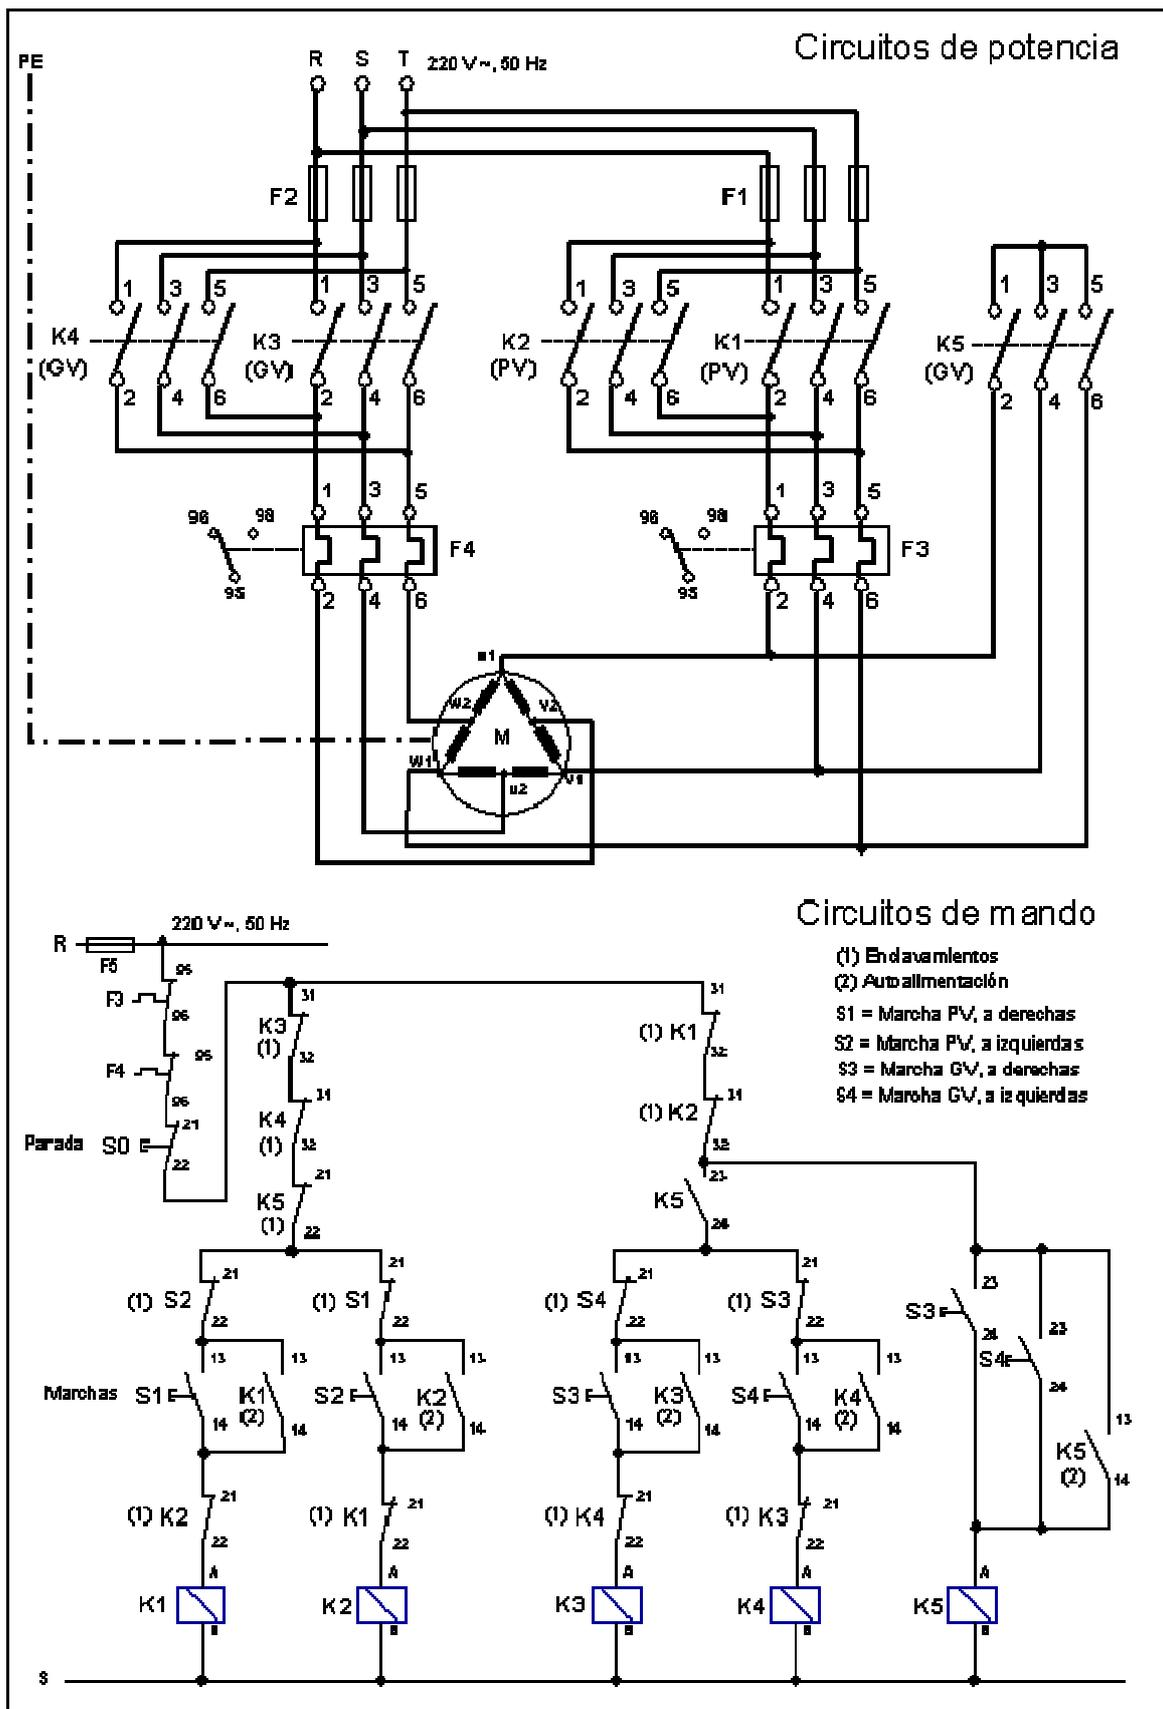

Figura 19.4.- Circuitos de potencia y mando, para arranque de un motor de polos conmutables (conexión Dahlander), con inversión de giro
19.4.- ARRANQUE DE UN MOTOR DE POLOS CONMUTABLES, DE DOS VELOCIDADES, CON INVERSIÓN DE GIRO (Figura 19.4)
Los circuitos de la figura 19.4, son unos de los más utilizados, aunque no los únicos, para el arranque de un motor de polos conmutables en ambos sentidos de giro y en cualquiera de sus dos velocidades.